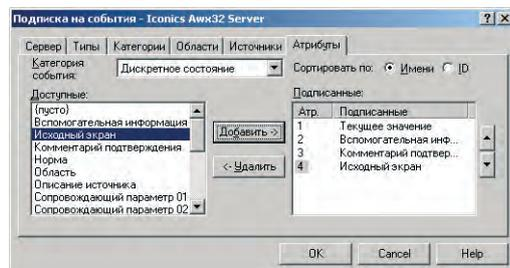

Рис. 10. Подписка на атрибут **Исходный экран**
3. Для того типа событий, к которому принадлежит эта тревога (выход за предел, дискретное состояние, отклонение и т.д.), добавьте атрибут **Исходный экран**, как показано на рис. 10.